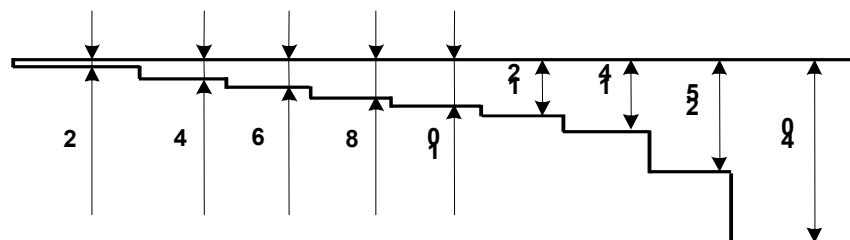

Рисунок 4.2
4.2.2 Глубину фокуса определяют экспериментально на плоскопараллельных образцах с различными толщинами. Можно использовать для этих целей один комбинированный образец (Рисунок 4.2).